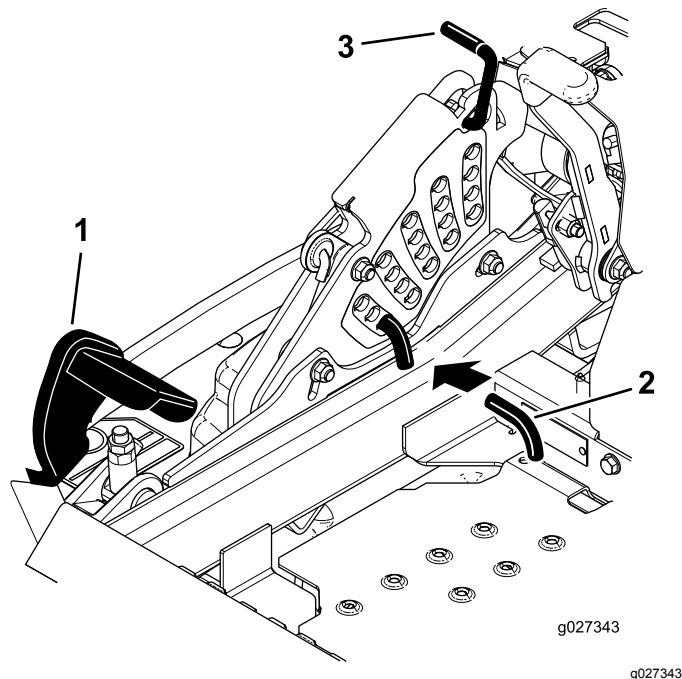

Bild 30
2. Treten Sie auf das Mähwerkhubpedal und heben Sie das Mähwerk in die Transportstellung an (d. h. die Schnitthöhe von 140 mm), wie in **Bild 30** abgebildet.
3. Drehen Sie zum Einstellen den Stift um 90 Grad und nehmen ihn aus der Schnitthöhen-Halterung heraus (**Bild 30**).
4. Wählen Sie ein Loch in der Schnitthöhenhalterung, das der gewünschten Schnitthöhe entspricht, und stecken Sie den Stift ein (**Bild 30**).